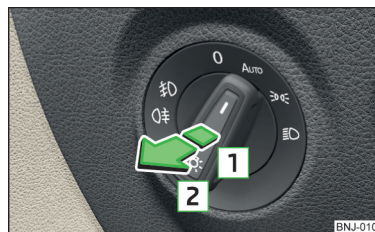

Abb. 43
- ✓ Der Lichtschalter befindet sich in der Stellung **AUTO**,  oder  » Abb. 43.